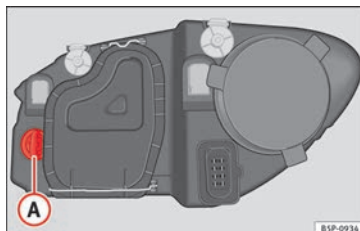

Abb. 177 Glühlampe für Blinklicht
- Drehen Sie den Lampenträger **» Abb. 177 A** nach links und ziehen Sie.